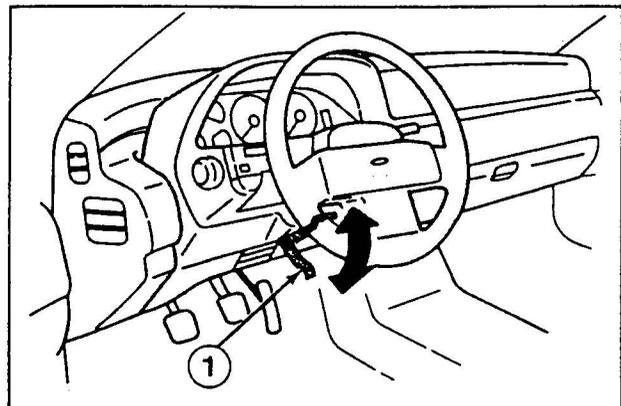

Bild 13/3 Lenkrad-Höhenverstellung
- Das Lenkrad ist als Einheit mit dem Kombiinstrument höhenverstellbar. Nach Lösen der Arretierung kann das Lenkrad stufenlos verstellt werden, Abb. 13/3.